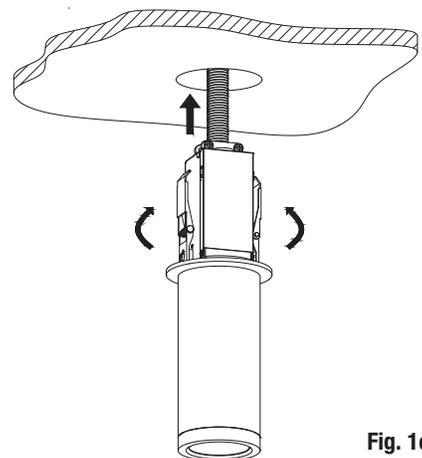

Fig. 1c
6. Pousser les ressorts vers l'arrière et insérer le J-BOX dans le trou découpé. Fixer fermement les ressorts au plafond (Fig. 1c et Fig. 1d).